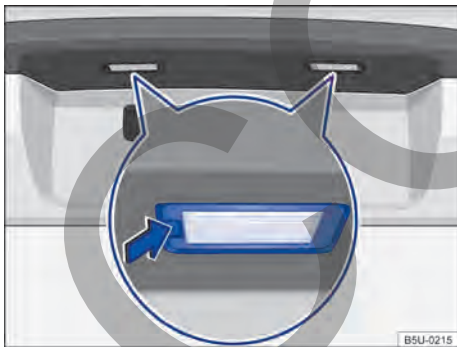

Fig. 190 En el paragolpes trasero: desmontar la luz de la placa de licencia.
2. Con el auxilio de un destornillador, presionar la traba → fig. 190 para remover el conjunto.